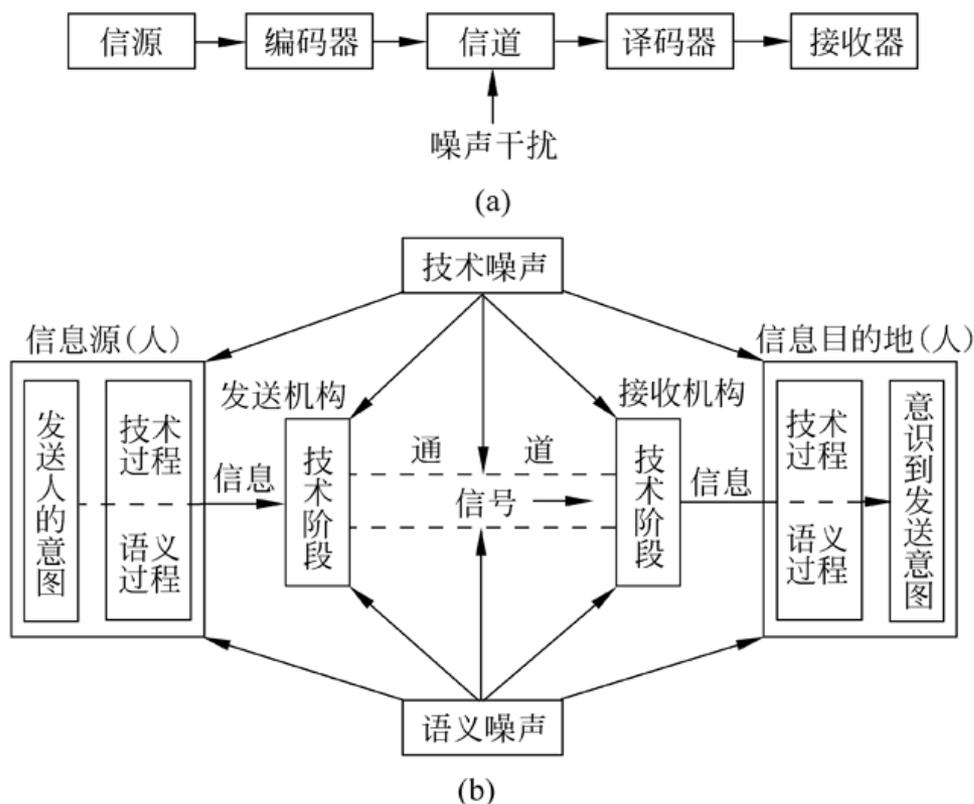

图3-8 信息传输的一般模型
•由图3-8(a)我们可以看出，信源发出的信息要经过编码器变成信道容易传输的形式。
•从图3-8(b)我们看出发送者的意图，要通过语言表达的语义过程和语言编码的技术过程的交互作用才能产生信息，这个信息经过发送机构的再次编码和变换，产生适于传输的信号，到接收端接收机构把信号进行变换得到信息，信息再经过接收者的技术过程和语义过程的解码，使接收者能理解发送者的意图。
(1) 信道